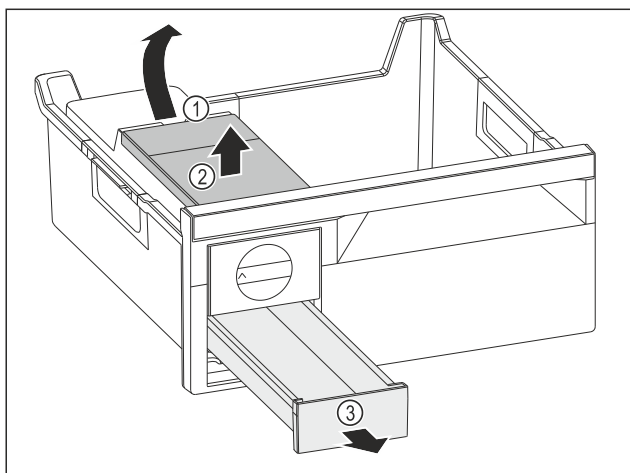

Fig. 129
- ▶ Ta ut vattenbehållaren: Lyft vattenbehållaren vid ursparingen Fig. 129 (1).
- ▶ Ta ut vattenbehållaren Fig. 129 (2) uppåt.
- ▶ Ta ut iskublådan Fig. 129 (3) framåt.